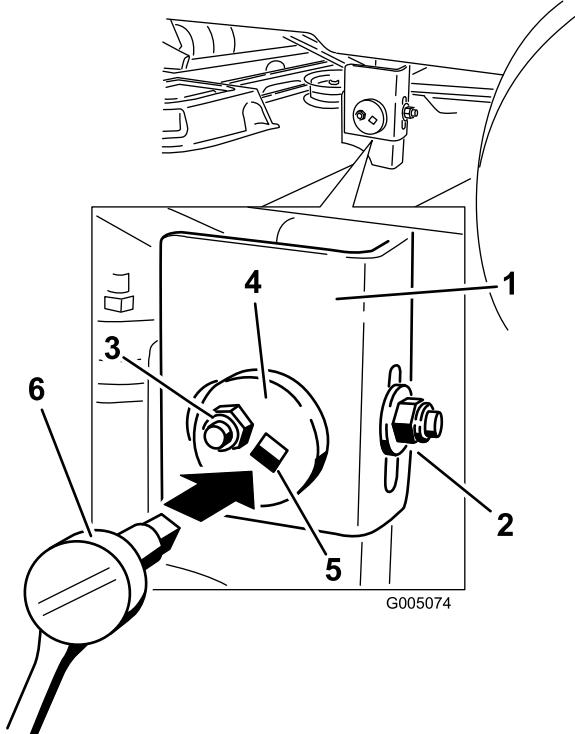

Bild 37
7. Bewegen Sie die linke Seite der Maschine. Lösen Sie (nicht entfernen) die hintere Sicherungsmutter am Hängeprofil (Bild 37).
8. Lösen Sie die seitliche Sicherungsmutter am Hängeprofil so viel, dass Sie die Exzenterplatte einstellen können (Bild 37).
9. Stoppen Sie das Mäherwerk an der eingestellten Stellung und ziehen Sie die seitliche Sicherungsmutter am Hängeprofil fest, um die neue Stellung zu arretieren (Bild 37).